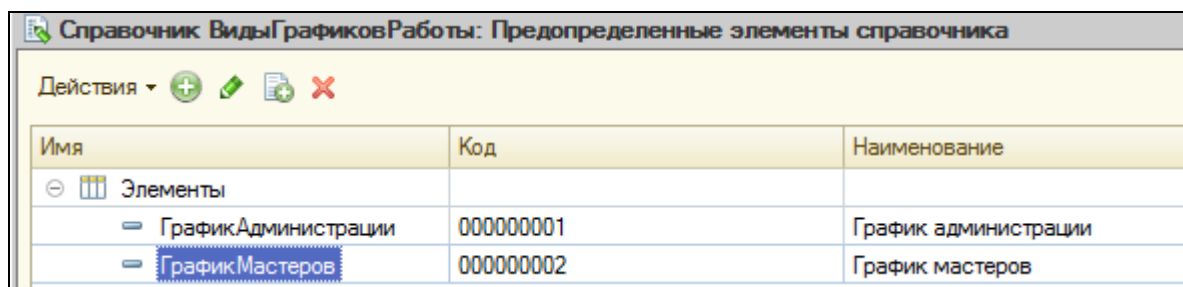

Рисунок 8.3 Предопределенные элементы справочника
5. Перейти на закладку **Прочее**. Создать для справочника два predetermined элемента **ГрафикАдминистрации** и **ГрафикМастеров** (рис.8.3).